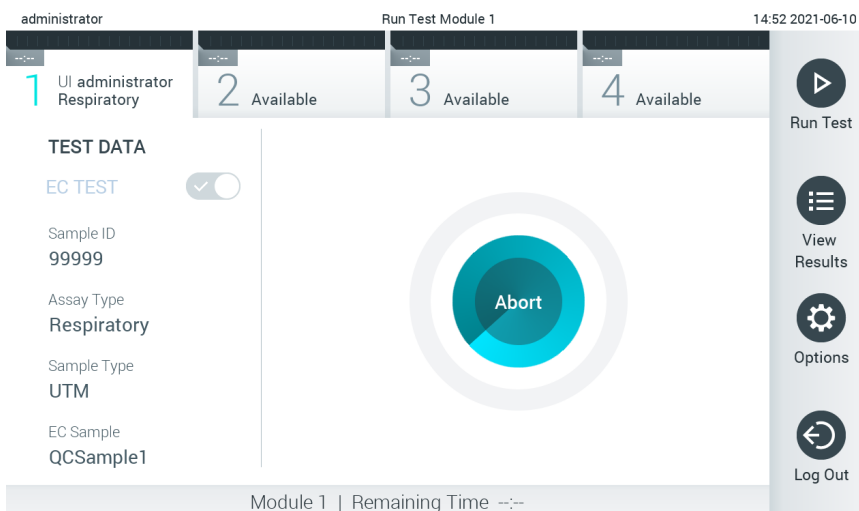

Bild 95. Skärm för testkörning och kvarvarande körningstid.
10. När den detekterar QIAstat-Dx-analyskassetten, stänger QIAstat-Dx Analyzer 1.0 automatiskt locket på kassettingångsporten och startar testkörningen. Ingen ytterligare åtgärd behövs från operatören. Medan testet körs, visas kvarvarande körningstid på pekskärmen (bild 95).